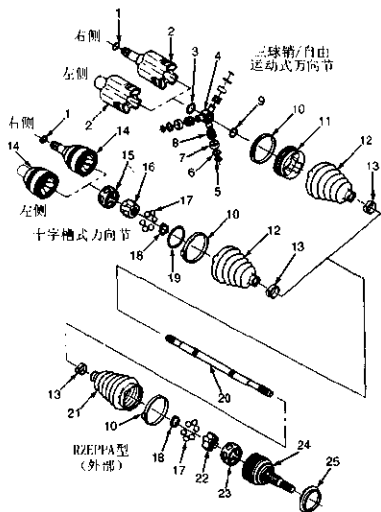

图3-6 前轮驱动半轴(三球销/自由运动、十字槽和球壳式等速万向节)解体图
①将半轴放在有保护钳口的台虎钳内。切断卡箍并拆下(图3-6)。从等速万向节上滑下保护罩。在等速万向节与壳体的位置上做出装配参考标记。拉动等速万向节离开三球销半轴总成。
①将半轴置于有保护钳口的台虎钳内。切断并拆下保护罩卡箍(图3-6)。从等速万向节总成上滑出保护罩。从万向节内座圈表面刮掉润滑油脂。
②拆卸万向节和半轴之间的弹簧挡圈。从半轴上拉出等速万向节和壳体总成。拆卸保护罩(若要更换)。将内座圈与保持架推到外座圈底部,从外侧等速万向节上除去润滑油脂。用刷子与溶剂洗刷所有零部件(保护罩除外)。用压缩空气吹干。检查座圈与铝合金钢球是否有严重磨损与划伤。
①将半轴置于带有保护钳口的台虎钳内。切断并拆下保护罩卡箍(图3-6和图3-8)。从等速万向节总成上滑下保护罩。